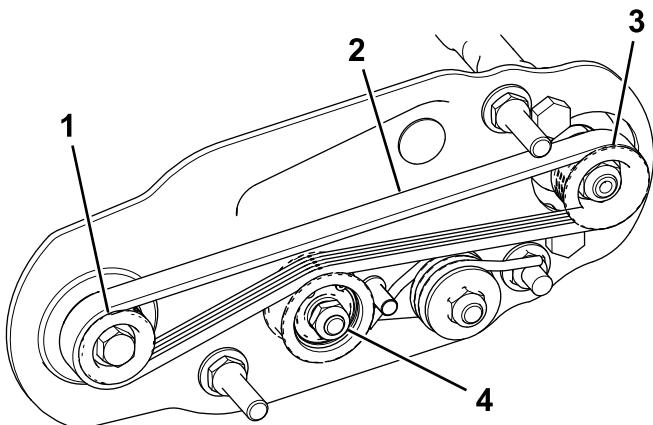

Figura 24
- A. Avvolgete la cinghia intorno alla puleggia motrice e successivamente intorno alla parte superiore della puleggia tendicinghia (Figura 24).
- B. Avviate la cinghia sulla puleggia condotta (Figura 24).